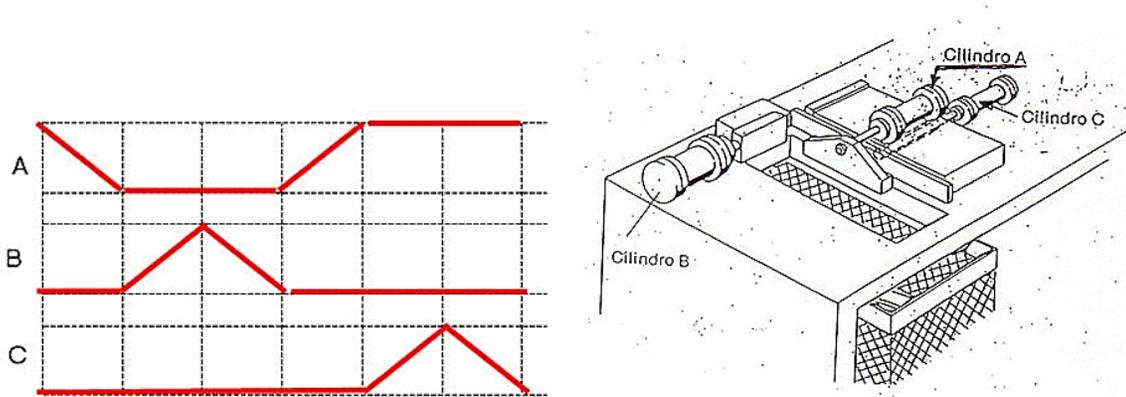

Figura 1. Secuencia de los actuadores.
1. Observe el problema y esquema mostrado en la figura 1 e identifique cada elemento que será usado. Coloque la unidad de mantenimiento y el distribuidor en la placa y realice las conexiones entre estos elementos, conectando la unidad de mantenimiento a la toma de aire y el